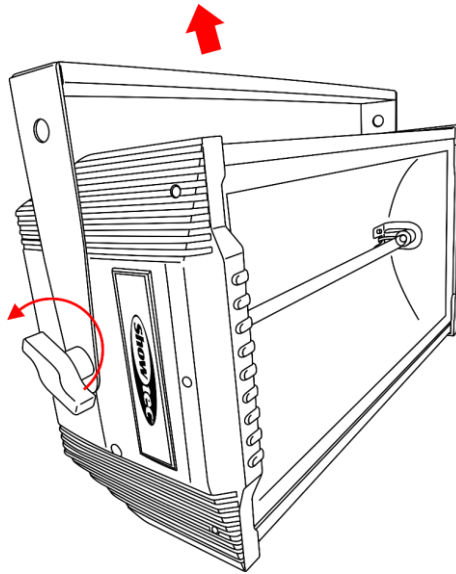

Fig. 03
- 02) Remove the bracket (Fig.03).